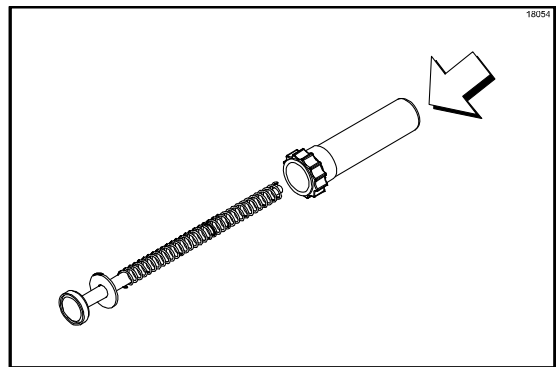

Abbildung 91
6. Das (mit Einsatz und Mutter versehene) Tauchrohr mit dem breiteren Ende voran auf die Kolbeneinheit stülpen. (Siehe Abbildung 91.)